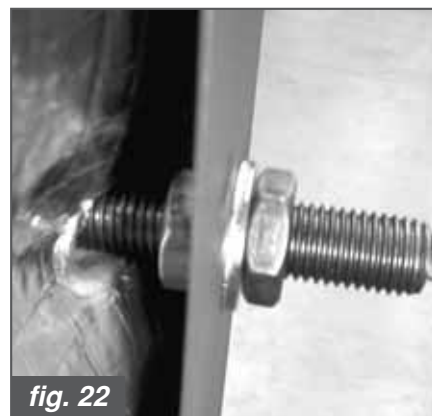

fig. 22
e) Svitare i quattro dadi 30 precedentemente avvitati sui tiranti fino a portarli contro i due pannelli laterali; inserire quindi esternamente quattro rondelle 31 ed avvitare altri quattro dadi 30 in modo da fissare stabilmente i pannelli laterali (fig. 22).